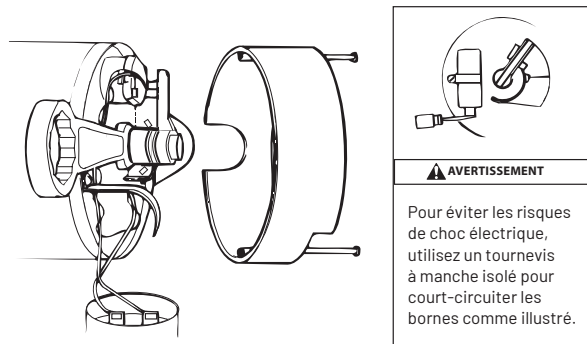

FIGURE 13 – IMMOBILISER L'ARBRE
4. Si l'impulseur doit être remplacé, desserrez deux vis mécaniques et retirez le capot du moteur (figure 13).
5. **AVERTISSEMENT LA TENSION DU CONDENSATEUR PEUT ÊTRE DANGEREUSE.** Pour décharger le condensateur, tenez le tournevis à manche isolé **PAR LE MANCHE** et effectuez un court-circuit dans les bornes du condensateur (figure 13). Ne touchez pas la lame métallique du tournevis ni les bornes du condensateur. En cas de doute, consultez un électricien qualifié.